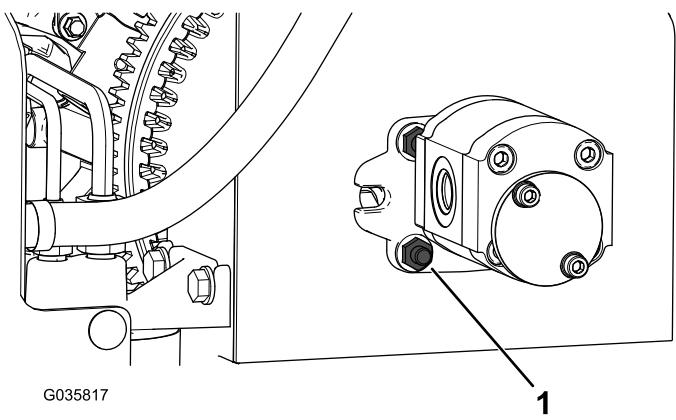

Figura 2
2. Tornillos de fijación | 2. Retire los 4 pernos y tuercas de la bomba hidráulica (Figura 2). |